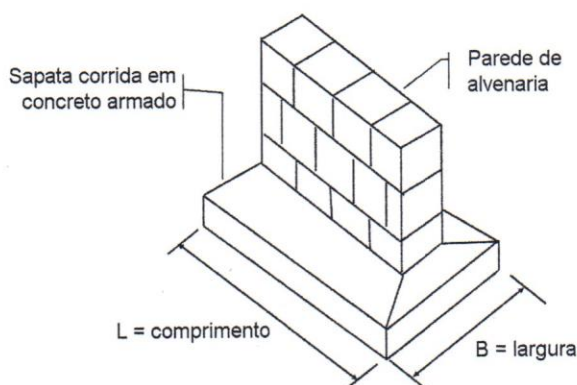

Figura 3.16 – Perspectiva de uma sapata corrida.
- » Sapata corrida: são elementos contínuos, que acompanham a linha das paredes (Figura 3.16).